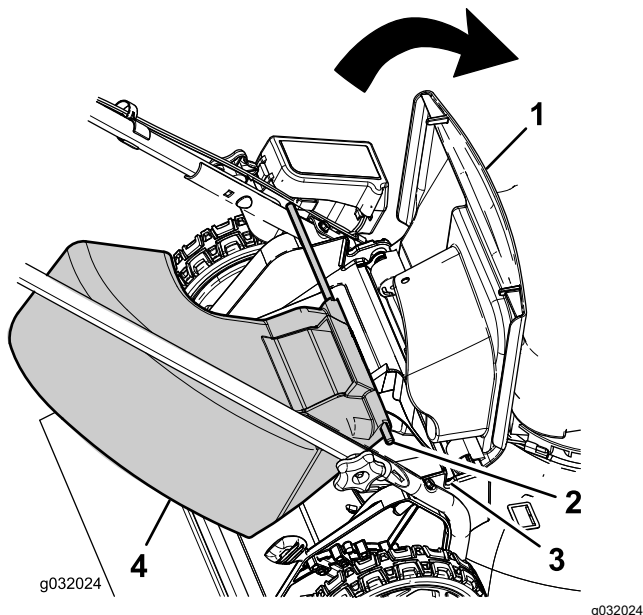

Figura 15
1. Levantar o defletor traseiro (Figura 15).
2. Insira as extremidades da barra da calha de descarga lateral nos entalhes dos suportes do manípulo (Figura 15).